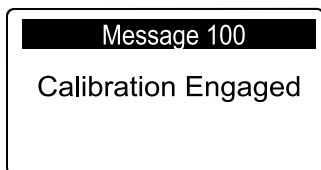

図 68
**注** CALIBRATION ENGAGED というメッセージが表示されて 図 68 コアリングヘッドがゆっくり下降を開始する。